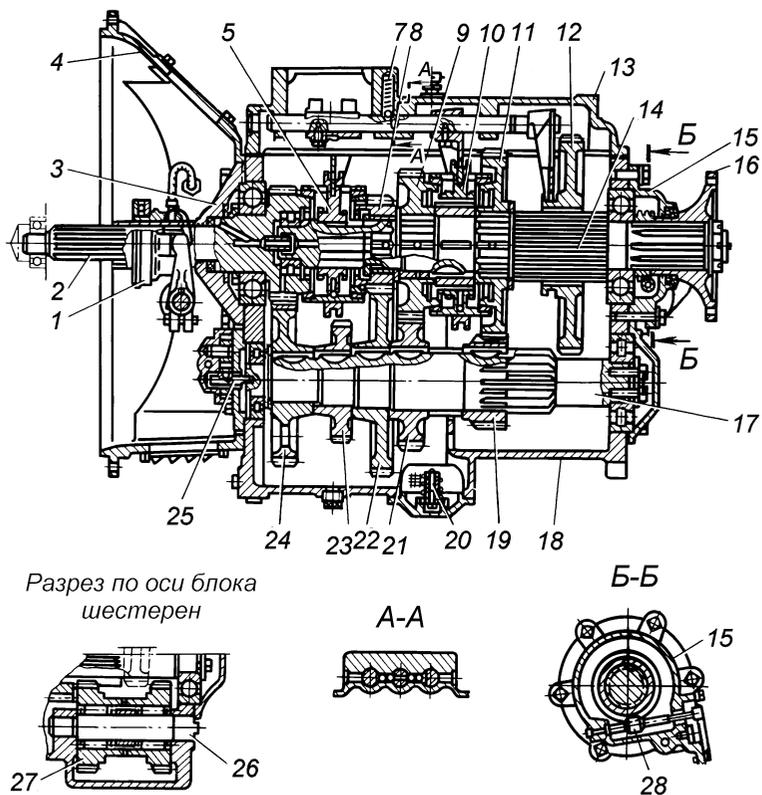

Рис. 7. Коробка передач ЯМЗ-236П:
5. Повернуть замковое кольцо 5 (рис. 7) относительно втулки 6 так, чтобы выступы кольца совпали с пазами втулки (положение "г").
Первичный вал 2 (рис. 7) коробки передач установлен на двух шариковых подшипниках. Передний подшипник запрессован в расточку коленчатого вала двигателя. Полость подшипника при сборке заполнена смазкой Литол-24 и уплотнена манжетой. Задний подшипник с помощью стопорного кольца закреплен от осевых перемещений в передней стенке картера коробки передач и крышке подшипника.
Через шестерню 23 (рис. 7) можно производить отбор мощности для привода дополнительных агрегатов. Механизм отбора мощности крепится к одному из фланцев с люками, находящимися с обеих сторон картера коробки передач.